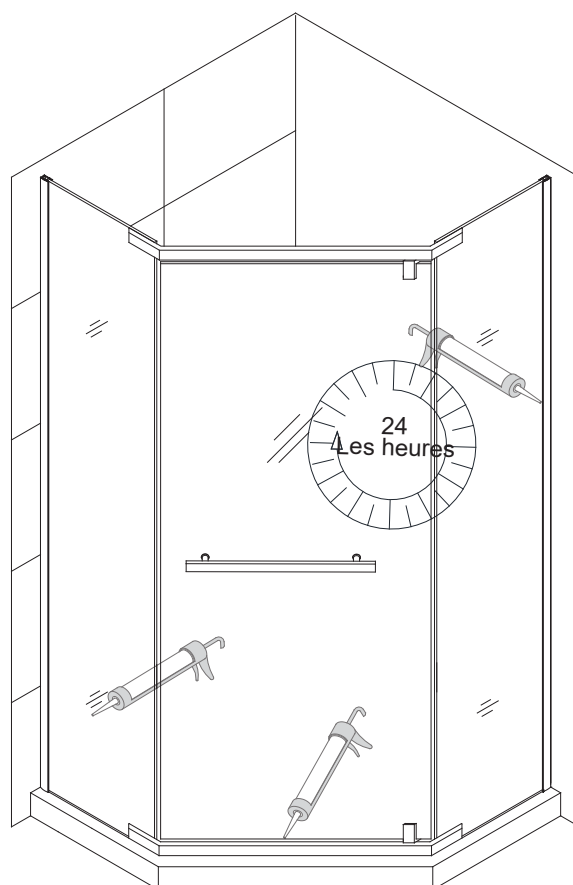

**Fig 9**
**9. Installez la poignée (#06) sur l'extérieur de la porte vitrée (#04). (Fig 9)**